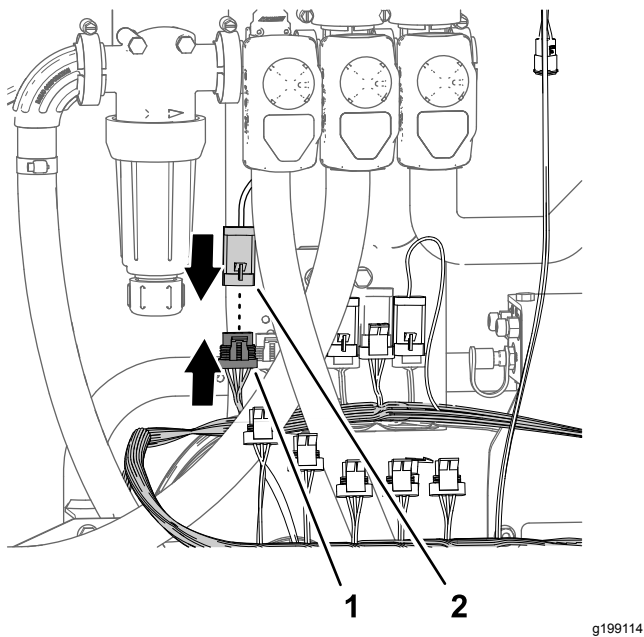

Figura 87
4. Ligue o conector de quatro pinos do atuador da válvula de aplicação principal no conector de quatro tomadas da secção com 89 cm da cablagem do kit rotulado VÁLVULA DE APLICAÇÃO (rate valve) (Figura 87).